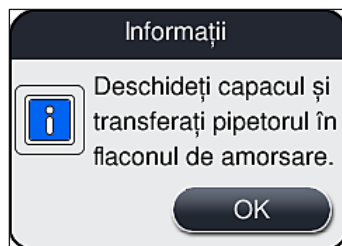

Fig. 96
3. Respectați următoarele mesaje de informație (→ Fig. 96).
5. Introduceți unitatea ac (→ Fig. 97-1) în flaconul de amorsare (→ Fig. 97-3) și confirmați mesajul de informare (→ Fig. 96) cu **OK**.
- Respectați ambele mesaje de informare (→ Fig. 95), (→ Fig. 96) și (→ Fig. 100) și confirmați-le pe fiecare prin **OK**.